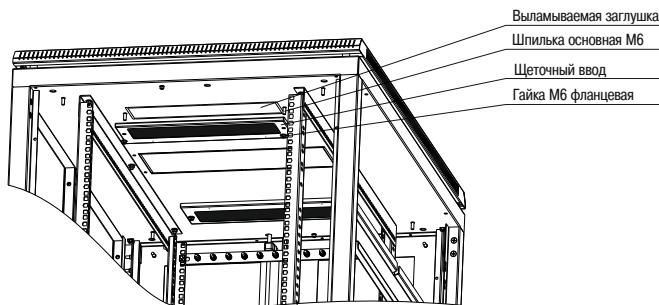

Рисунок 14 – Монтаж щеточного кабельного ввода
4.5.1 Для монтажа щеточных кабельных вводов в крыше шкафа необходимо выломать металлические заглушки, совместить посадочные отверстия в кабельном вводе с осями шпилек основания, затем притянуть их к основанию двумя гайками M6 (с фланцем) (рисунок 14).